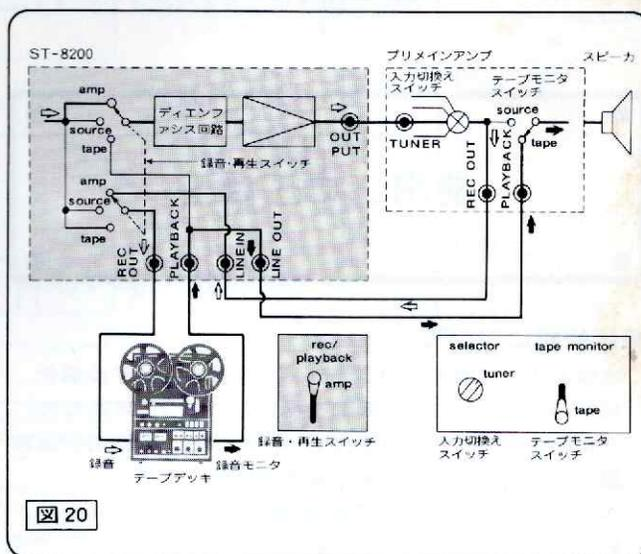

図 20
この操作により、チューナの **OUTPUT** 端子からの信号は、図20の系路を通り、本機の **REC OUT** 端子から録音用信号としてでできます。
- **FM** 放送の場合は、セレクタスイッチを **pink noise** にすると、図20の系路を通り、本機の **REC OUT** 端子からピンクノイズがでできますから、前項「録音レベルの調整」と同じ要領で、テープデッキの入力レベルコントロールを操作し、録音レベルを調整してください。